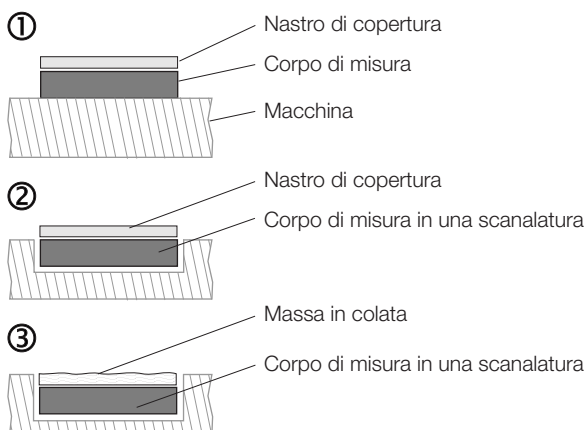

Fig. 4-3: Possibilità di montaggio del corpo di misura
In condizioni ambientali normali, incollare il corpo di misura su una superficie piana. Opzionalmente è possibile incollare il nastro di copertura per garantire una protezione (vedere Fig. 4-3, pos. 1).
In condizioni ambientali avverse, incassare completamente il corpo di misura in una scanalatura, in modo che non sporga dalla superficie. Opzionalmente è possibile incollare il nastro di copertura (vedere Fig. 4-3, Pos. 2).
In presenza di condizioni ambientali estreme incassare completamente il corpo di misura in una scanalatura un po' più profonda e colare materiale non magnetico. Eventualmente levigare il materiale colato (vedere Fig. 4-3, pos. 3).
- Possibilità di montaggio (vedere Fig. 4-3): incollare sulla superficie o incassare e incollare in una scanalatura.